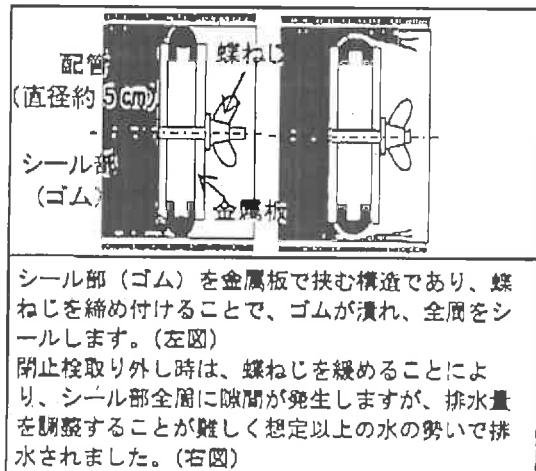

図3 閉止栓概略図
- ①原子炉ウェルの除染作業に使用した洗浄水は、通常復水器に排水しておりますが、復水器が点検中であったことから、洗浄水を液体廃棄物処理系へ排水する計画としました。
- ②作業計画段階で、洗浄水を液体廃棄物処理系に排水するにあたっては、排水系配管から分岐した配管に接続される排水枠から溢水する可能性があったため、排水枠と配管の接合部に閉止栓を取り付けることとしました。また、現場で配管の敷設状況を確認したところ、配管内部に水が溜まる範囲は、排水枠から燃料プール冷却浄化系熱交換器(A)室の天井付近(約3.4m)までと判断し、慎重に閉止栓を取り外せば問題なく排水できると考え、排水機能が付いていない閉止栓(図3参照)を選定しました。
- ④除染作業終了後、この状態で閉止栓を取り外したところ、閉止栓の構造上、排水量の調整ができなかった(図3参照)ため、想定以上の水の勢いにより周囲に飛散し、閉止栓の取り外し作業を行っていた当社社員の被水に至りました。
- ⑤被水した当社社員は、当日のうちに身体の表面汚染密度を測定し、汚染がないことを確認しています。